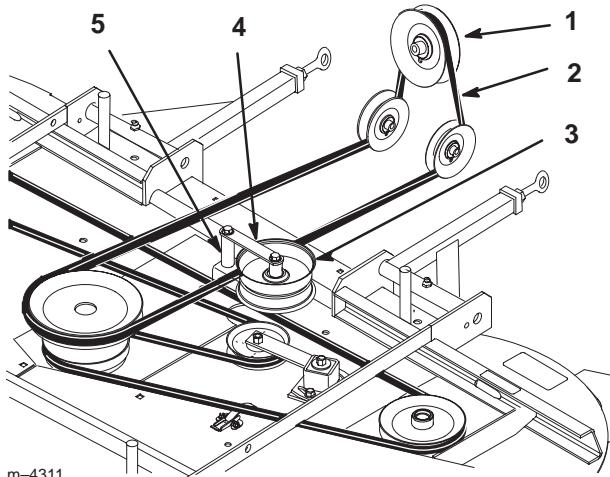

Figure 66
3. Déposez la courroie d' entraînement de PDF de l'embrayage, des poulies de tension arrière et de la poulie centrale supérieure du plateau de coupe (Fig. 66).
4. Retirez le boulon, l'écrou, la rondelle et l'entretoise de l'ensemble support de poulie de tension. Retirez la courroie de l'ensemble support (Fig. 66).
6. Placez la courroie dans l'ensemble support de poulie de tension. Remettez le boulon, l'écrou, la rondelle et l'entretoise dans l'ensemble (Fig. 66).